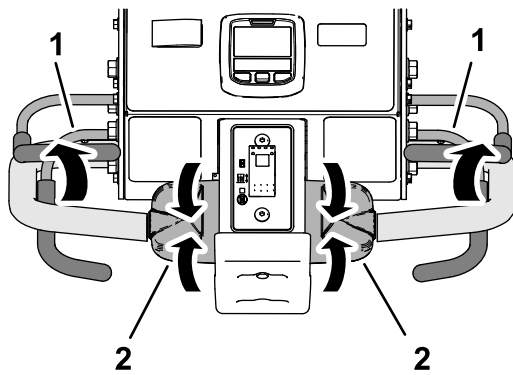

Figure 98
1. Relâchez la barre de commande de déplacement et attendez qu'elle revienne à la position POINT MORT, puis relâchez la barre de présence de l'utilisateur (Figure 98).